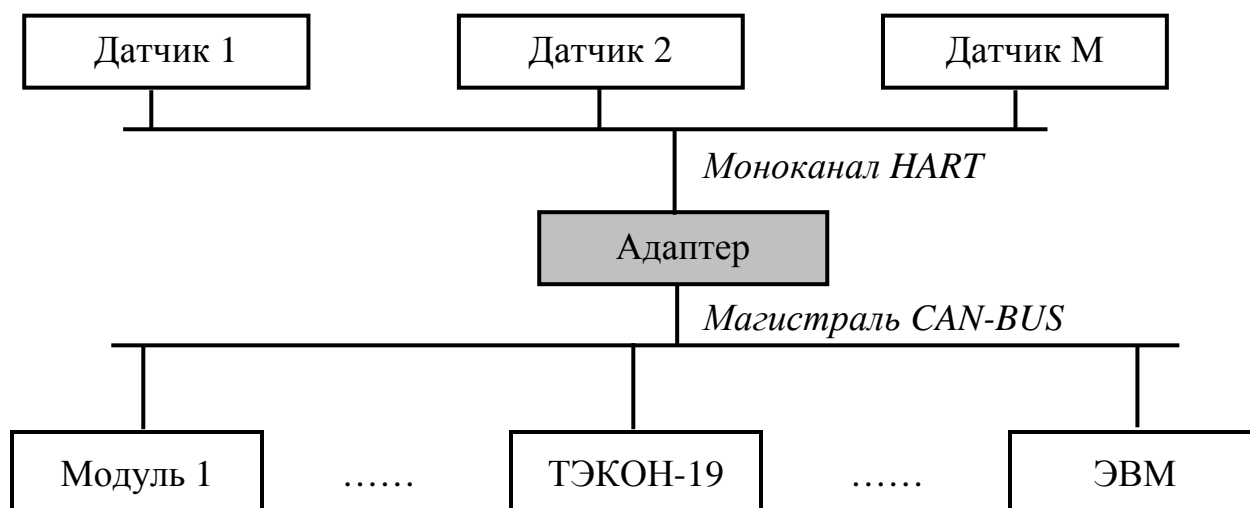

Рисунок 2.1 – Схема использования адаптера
2.1.3 В эксплуатационном режиме адаптер выполняет постоянное автоматическое считывание с заданным при настройке периодом либо основной измеряемой величины (давление, перепад давления и т.п.) с однопараметрических датчиков, либо четырех заранее predeterminedенных при настройке многопараметрических датчиков переменных. Наличие и тип каждого датчика задаются при настройке адаптера. Считанные значения хранятся в оперативной памяти адаптера и могут быть в любой момент переданы по запросу, поступившему из магистрали CAN-BUS от другого модуля, как правило, преобразователя расчетно-измерительного ТЭКОН-19 Т10.00.60 (см. рисунок 2.1).